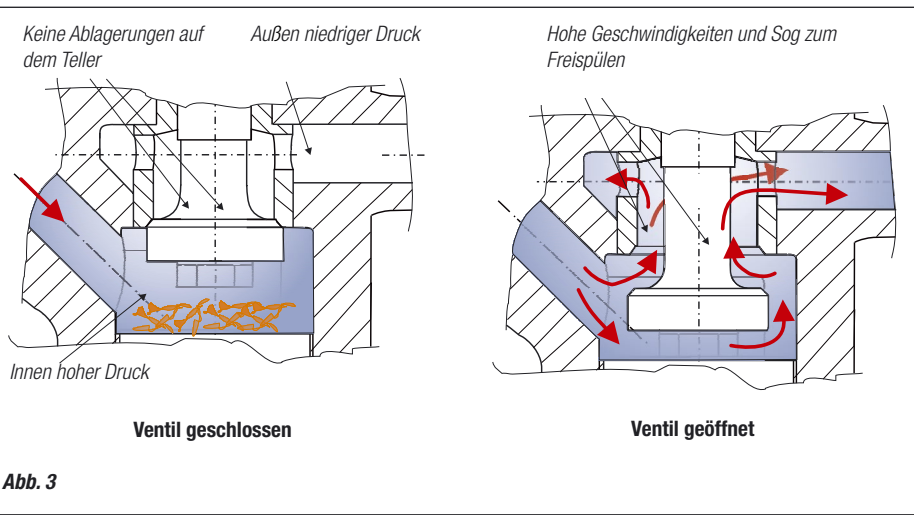

Abb. 3
Bei den neuen GESTRA-Abschlammventilen (M)PA 46/47 können sich keine Sedimente auf dem Ventilteller absetzen, da dieser außerhalb des Innenraumes liegt, genauso wie die darüber eingebauten Dichtungsringe. Beim Öffnen des Ventils werden alle Ablagerungen des Innenraumes unter dem Teller weg- oder ausgespült (Abb. 3).